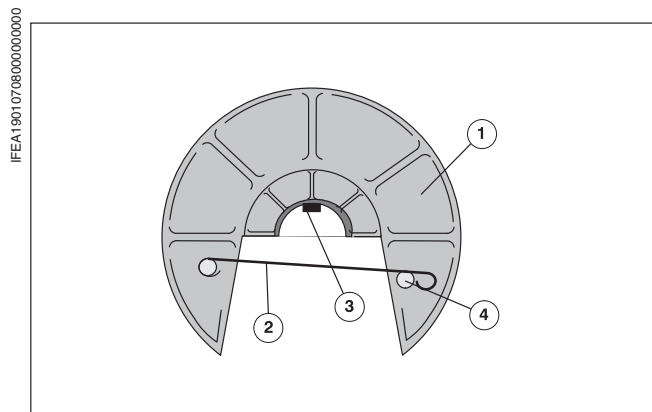
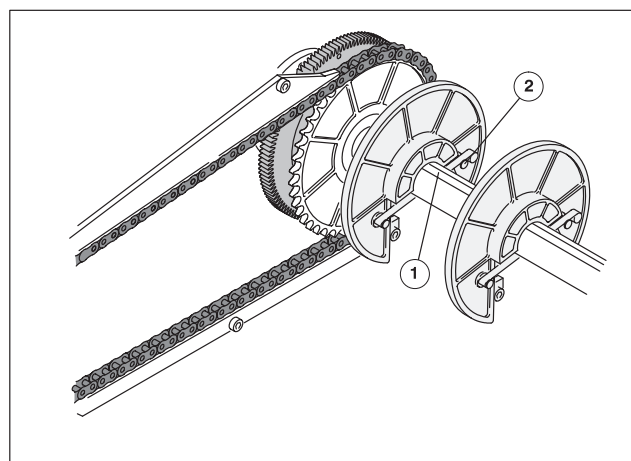

Рис. 10 Направляющий диск выводного барабана
Рис. 11 Выводной барабан: вал с направляющими дисками
Направляющие диски (Рис. 10/①) на валу зубчатого колеса предотвращают плохой выклад печатного листа. Их следует размещать в зонах свободных от печати. Чтобы избежать смазывания свежей печати, на поверхность, контактирующую с печатным листом, наклеена краскоотталкивающая пленка. - **Замена пленки** см. главу D "Приемка".
- ① Машину продвигать в толчковом режиме до тех пор, пока паз на валу выводного барабана (Рис. 11/①) не будет обращен вверх.
- ② Направляющий диск насадить на вал так, чтобы направляющая (Рис. 10/③) вошла в паз (Рис. 11/①).
- ③ Пружинную скобу (Рис. 10/②) подложить наискось под вал и прижать вверх.
- ④ Пружинную скобу наклонить к направляющему диску и навесить на болт (Рис. 10/④).
- ⑤ При необходимости установить другие направляющие диски.
- ① Установить направляющие диски путем перемещения на валу в зоны свободные от печати.